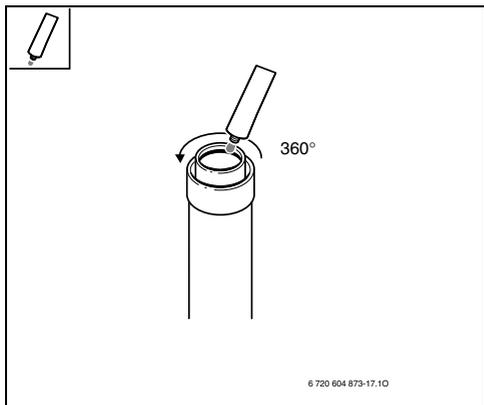

Fig. 29
- ▶ Appliquer un peu de graisse exempte de solvants (par ex. de la vaseline) sur le joint d'étanchéité du côté de l'échappement (Fig. 29).